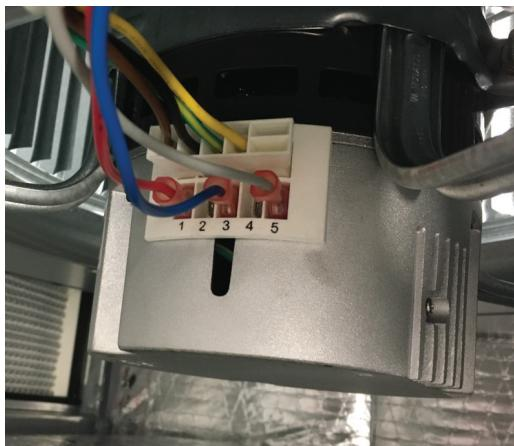

Fig. 6 – Prises du moteur
5. Repérez les trois fils de vitesse du ventilateur (rouge, bleu et gris) fixés au moteur du ventilateur (Fig. 6).